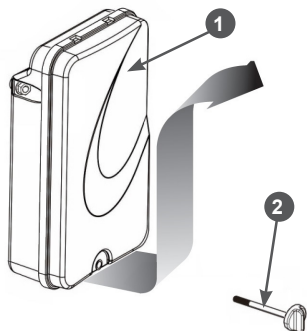

Рис. 17 Снятие крышки воздушного фильтра
1. Открутите винт 2 крепления крышки воздушного фильтра. Далее оттяните нижнюю часть крышки 1 воздушного фильтра на 2-3 см от корпуса воздушного фильтра, после чего подайте её вверх и снимите с корпуса (Рис. 17).